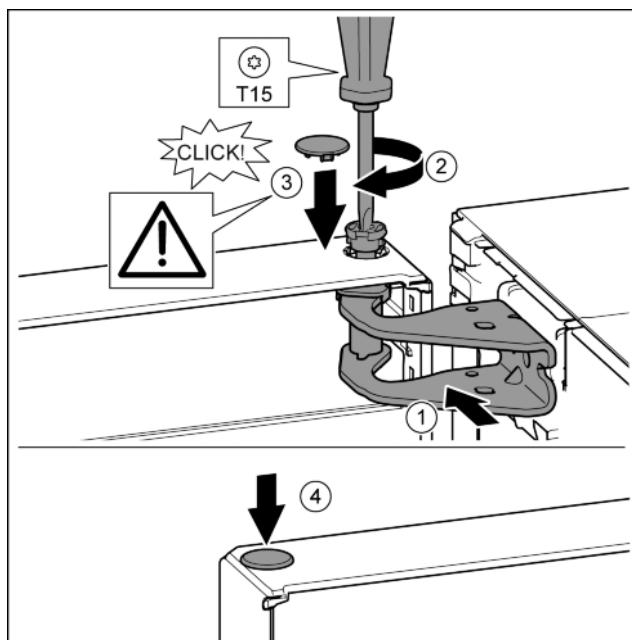

Fig. 21
- Дверь вверху выровнять по отверстию в опорном кронштейне. Fig. 21 (1)
- Вставить палец и затянуть отверткой T15. Fig. 21 (2)
- Установить предохранительную крышку для защиты двери: вставить предохранительную крышку и проверить, прилегает ли она к двери. В ином случае вставить палец полностью. Fig. 21 (3)
- Вставить заглушку. Fig. 21 (4)